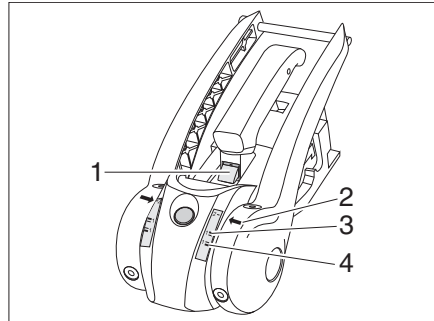

Bild 157 Verschleißkontrolle Reibbeläge
- Wenn die grüne Markierung sichtbar ist (Bild 157,1), sind die Reibbeläge vorn und hinten noch in Ordnung. Ist die grüne Markierung nicht mehr sichtbar, müssen die Reibbeläge gewechselt werden.
- Ist der Pfeil (Bild 157,2) unterhalb der Softdockmarkierung 1-grün, (Bild 157,4) sind die Reibbeläge rechts und links in Ordnung. Ist der Pfeil (Bild 157,2) oberhalb der Softdockmarkierung 1-rot (Bild 157,3), müssen die Reibbeläge gewechselt werden.
- Wenn die grüne Markierung sichtbar ist (Bild 157,1), ist die Kupplungskugel in Ordnung. Ist die grüne Markierung nicht mehr sichtbar, ist der Durchmesser der Kupplungskugel  $< 49\text{mm}$  und die Kupplungskugel muss gewechselt werden.